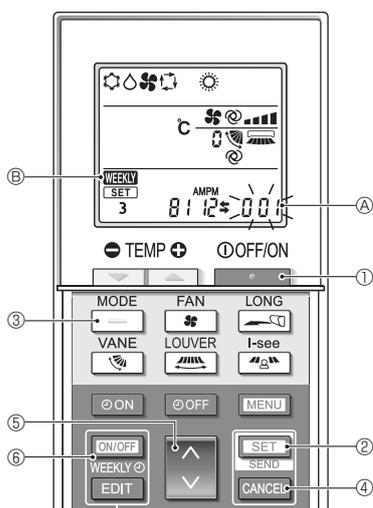

Fig. 5-12
5.12.8. Отключение автоматического режима (Fig. 5-12)
1. Нажмите кнопку ①, чтобы остановить работу кондиционера воздуха.
- Если недельный таймер активирован, нажмите кнопку ⑤ для отключения таймера (⑤ исчезнет.)
2. Нажмите и удерживайте в течение 5 секунд кнопку ②.
3. Нажмите кнопку ④.
4. Завершение настроек (Fig. 5-12)